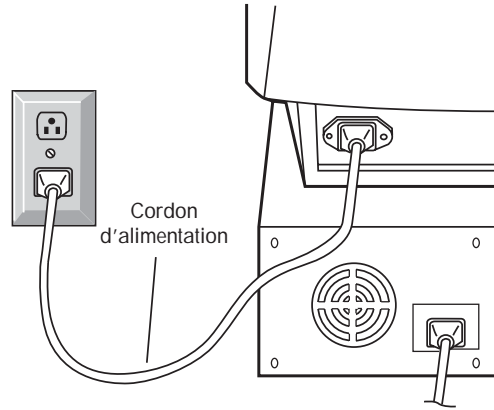

Figure C.1
5. Connecter une extrémité du cordon d'alimentation au moniteur Diamond Pro et l'autre extrémité à la prise de courant (**Figure C.1**).